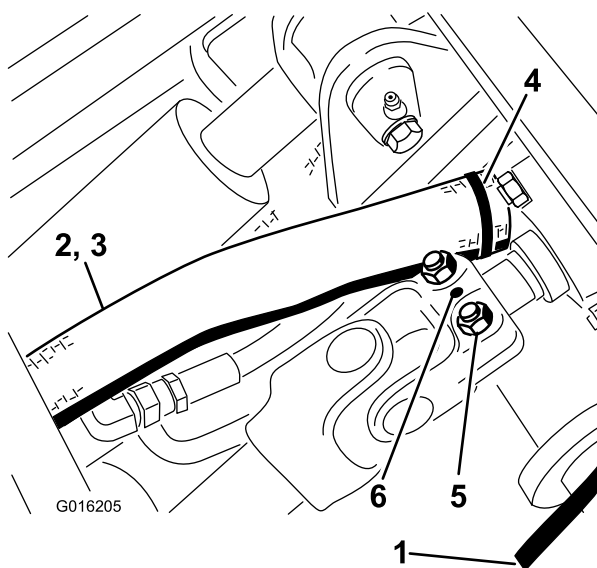

Figura 75
4. Retire el pasador cilíndrico y afloje los dos tornillos que sujetan el árbol de transmisión al eje de la caja de engranajes (Figura 75). Retire el árbol de transmisión del eje de la caja de engranajes.